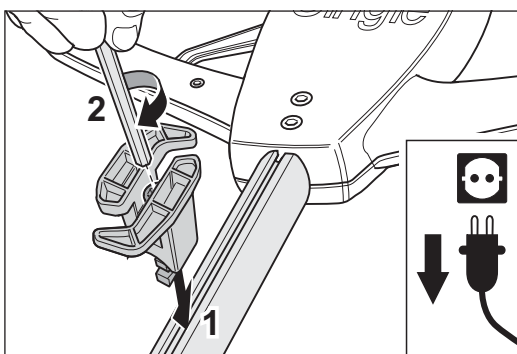

Abb. 28 Den Nutstein in die Nut des Stielrohrs einführen (1) und die Schraube festziehen (2).
- 3 Führen Sie den Nutstein in die Nut des Stielrohrs (Abb. 28, 1) und ziehen Sie die Schraube fest (Abb. 28, 2). Dabei verdreht sich der Nutstein, so dass der Kabelhalter geklemmt wird.